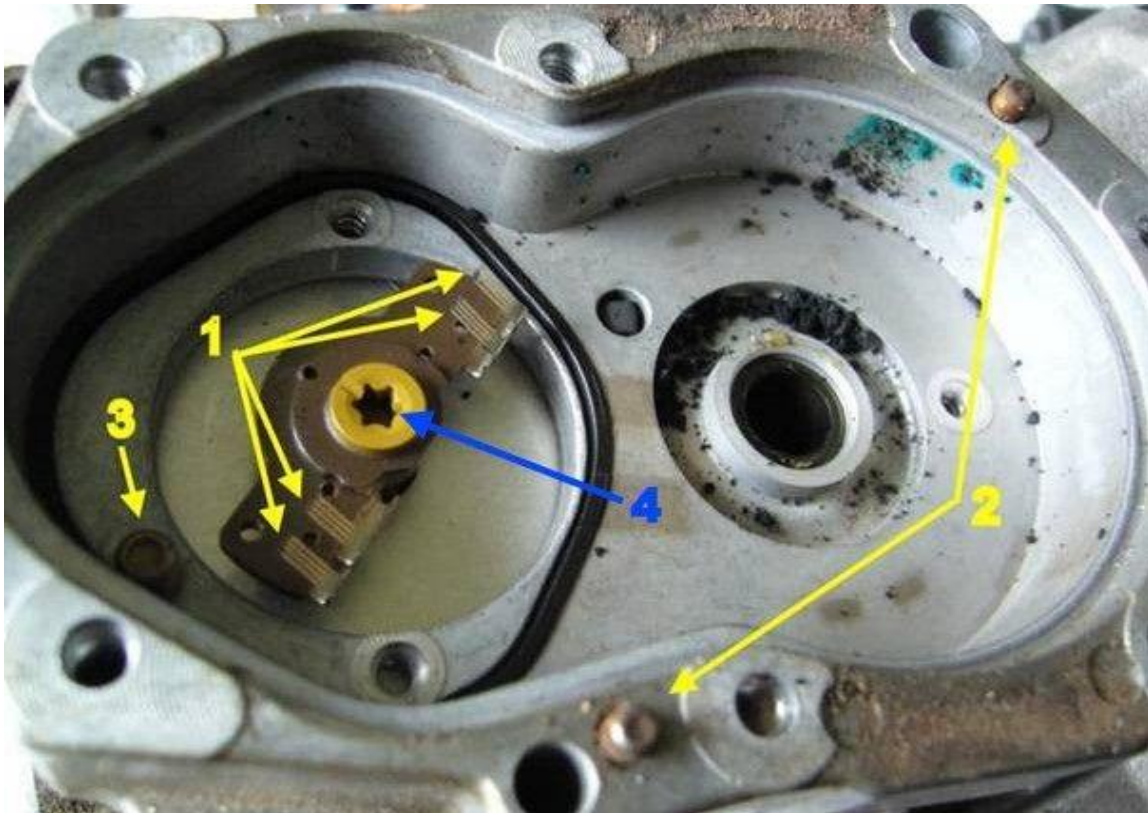

Bild 12: Gehäuse der Drosselklappe
Die schwarze Kappe ist der Stator des Drosselklappenmotors und sitzt durch zwei Passstifte (siehe auch Bild 12) recht fest. Kann aber durch vorsichtiges Anheben mit einem Schraubendreher (Aushebeln) etwas angehoben und dann
In Bild 12 sind die Schleifkontakte (1), die zwei Passstifte der Statorkappe (2) und der Fixierzapfen der Trägerplatte (3) gut zu erkennen. Bei den schwarzen Krümel handelt es sich um Kohleabrieb der Schleifkontakte. Der bläuliche Fleck im Gehäuse ist möglicherweise Kupfersulfat, welches sich in eingedrungenem Wasser gelöst hat.